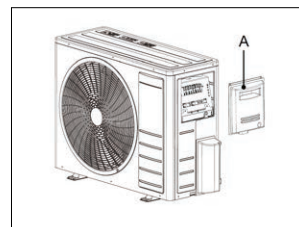

Fig. 26 -
1. Verwijder het zijpaneel (part A - "Fig. 26 -").